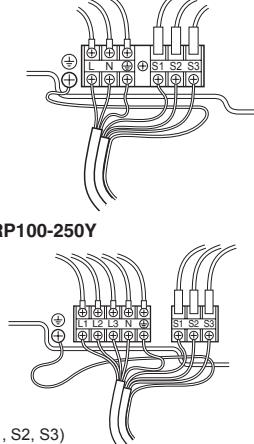

Fig. 6-2
### 6.1. Außenanlage (Fig. 6-1, Fig. 6-2)
- ① Die Bedienungsplatte abnehmen.
② Die Kabel gemäß der Fig. 6-1 und der Fig. 6-2 verdrahten.